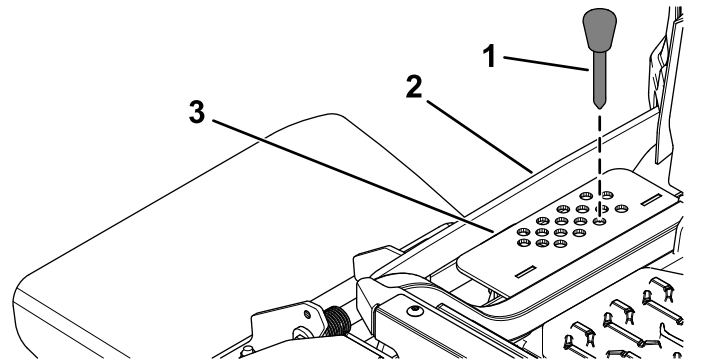

Figure 34
2. Insérez l'axe dans le trou du support correspondant à la hauteur de coupe voulue (Figure 34).
3. Appuyez sur la commande de levage du tablier jusqu'à ce que la tringlerie de hauteur de coupe touche légèrement la goupille de hauteur de coupe (Figure 34).